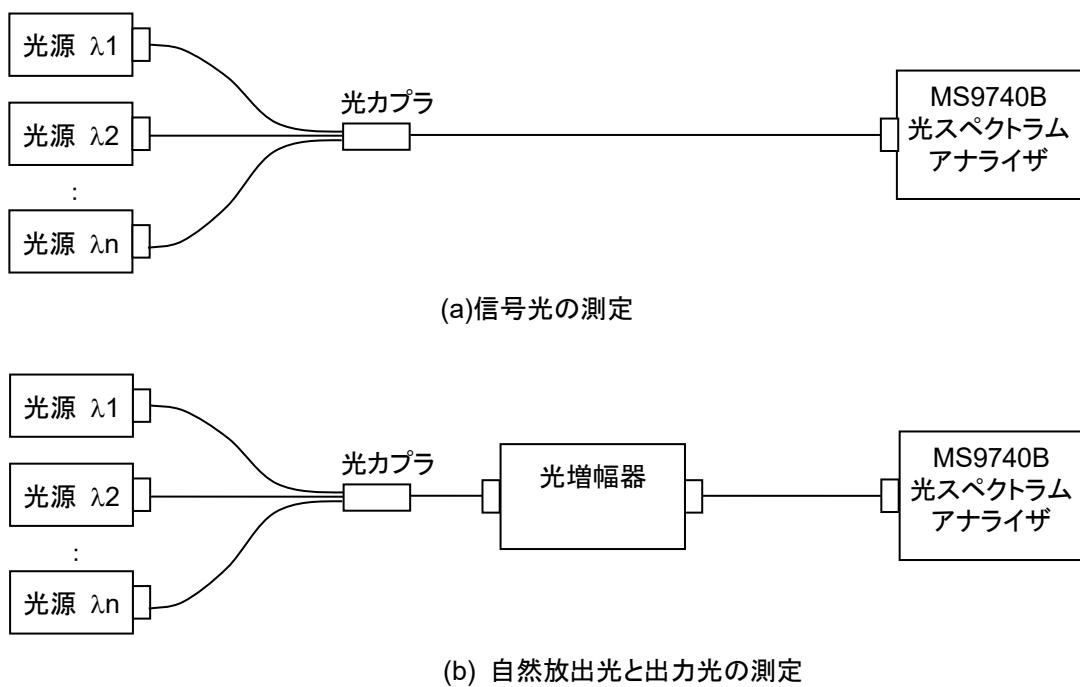

図 5.8.5-1 入力光が波長多重されているときの測定系
7. 図 5.8.5-1 (a) のとおりに接続して、信号光を本器に入力します。
14. 図 5.8.5-1 (b) のとおりに接続して、光増幅器の出力光を本器に入力します。